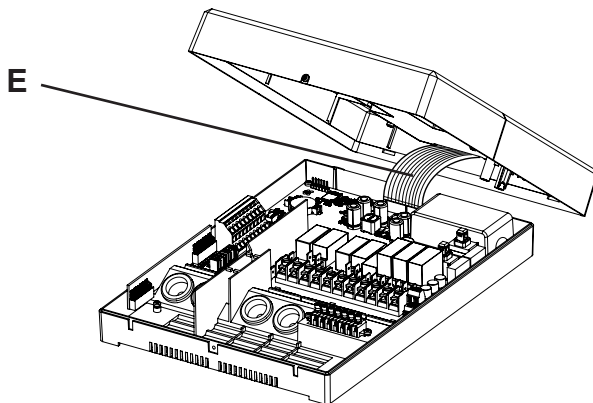

Рис.3 Вытягивание плоского кабеля
3. Осторожно потянуть плоский кабель **E**, чтобы освободить его из гнезда для подключения (**Рис.3**).